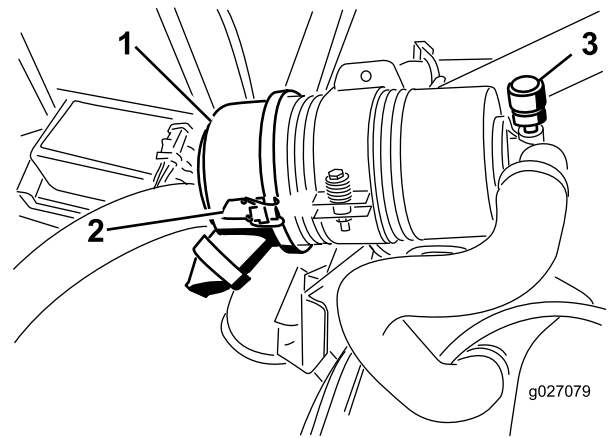

Figura 52
Revise el filtro del limpiador de aire únicamente cuando el indicador de mantenimiento lo requiera (Figura 52). El cambiar el filtro antes de que sea necesario sólo aumenta la posibilidad de que entre suciedad en el motor al retirar el filtro.
2. Abra los enganches que sujetan la tapa del limpiador de aire a la carcasa del limpiador de aire (Figura 52).